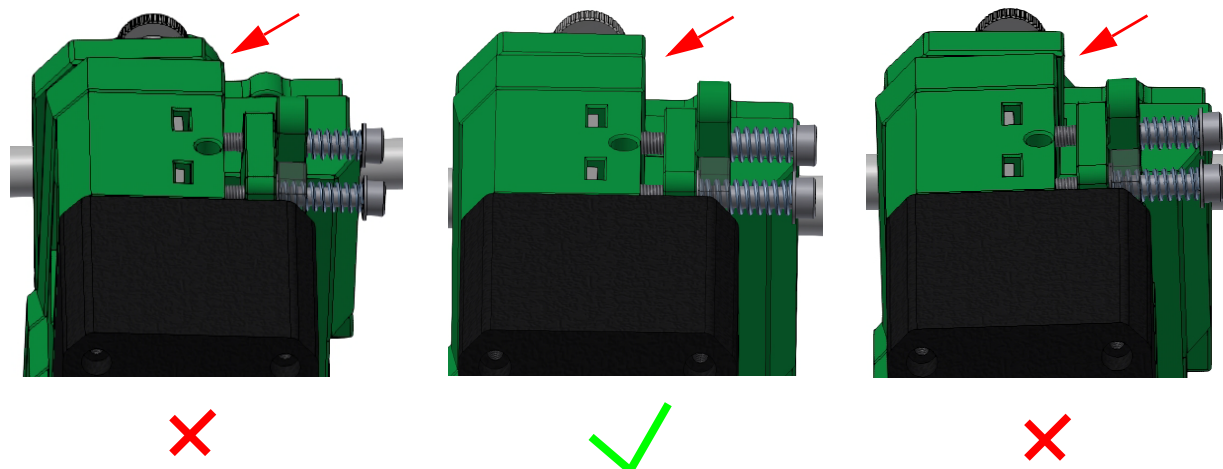

Abb. 10-7 Extruder: Ausrichtung beim Einbau
- Richten Sie den Extruder aus (siehe Bild 10-7 auf Seite 57) und Schrauben Sie die obere Rändelmutter fest